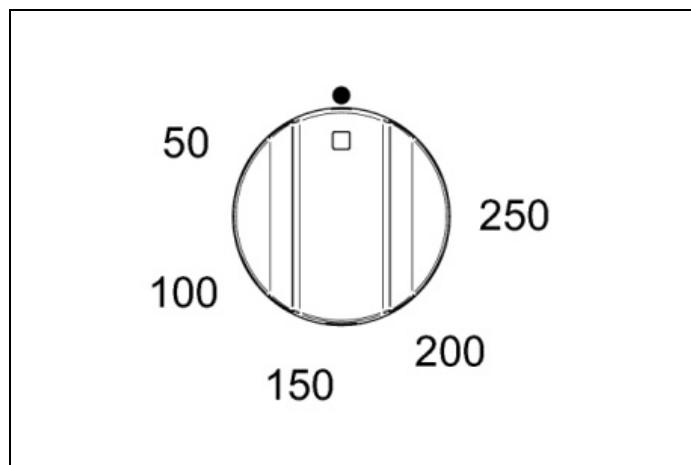
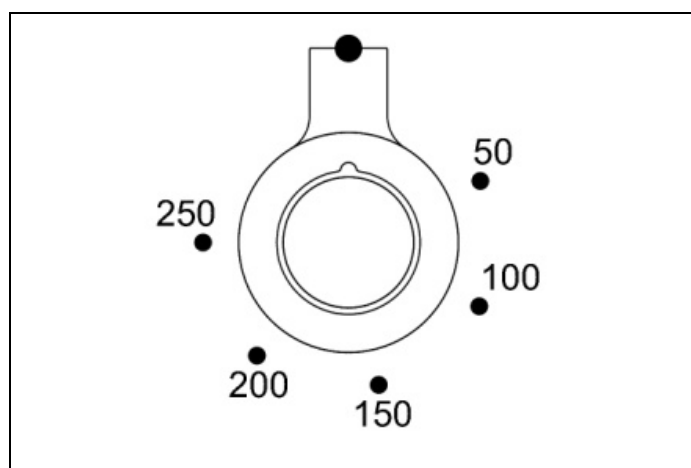
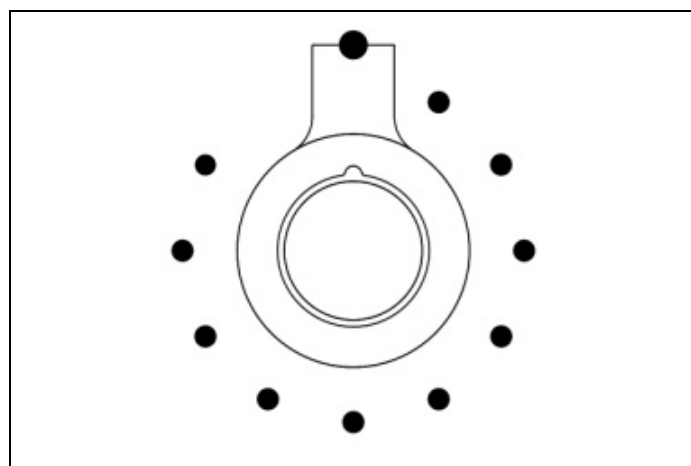

Fig. 26
Fig. 27
Fig. 28
- 2) Ruotare la manopola della temperatura (Fig. 26 - Fig. 27 e Fig. 28 solo per modello PRO T) in senso orario per selezionare la temperatura desiderata. La luce arancione si spegne una volta che il forno ha raggiunto la temperatura scelta ed è pronto per l'uso. È normale che questa luce si spenga e si accenda durante la cottura così che gli elementi mantengano costante la temperatura (il funzionamento del forno è indicato dal display del programmatore solo per la versione PRO T).